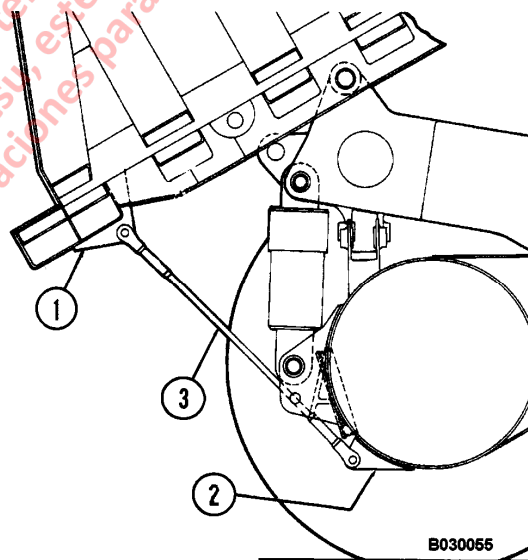

FIGURA 20-1. MONTAJE DE LA ESLINGA DE RETENCIÓN DE LA TOLVA
2. Instale dos grilletes y una eslinga de retención de la tolva (3, Figura 20-1) entre la argolla trasera de la tolva (1) y la argolla de la caja del eje (2).